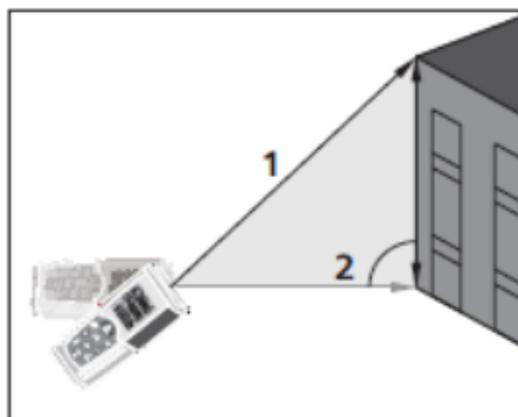

Fig. 7: Ejecución medida Indirecta a 2 puntos
3. Posicione el instrumento en el punto más alto (1) de la medida (vea Fig. 7) y pulse la tecla  para realizar la medida. El resultado se muestra en la primera pantalla parcial. El símbolo “” se muestra en pantalla con el lado “2” parpadeante
4. Posicione el instrumento lo más horizontal posible (2) de la medida (vea Fig. 7) y pulse la tecla  para realizar la medida. El resultado se muestra en la segunda pantalla parcial
5. El valor final del resultado (obtenido como $\sqrt{(1)^2 - (2)^2}$) se muestra en la pantalla resultante